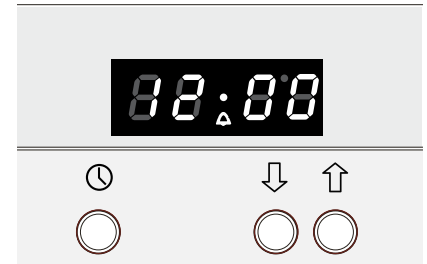

Fig. 4.1
**ELECTRONIC CLOCK** (fig. 4.1)